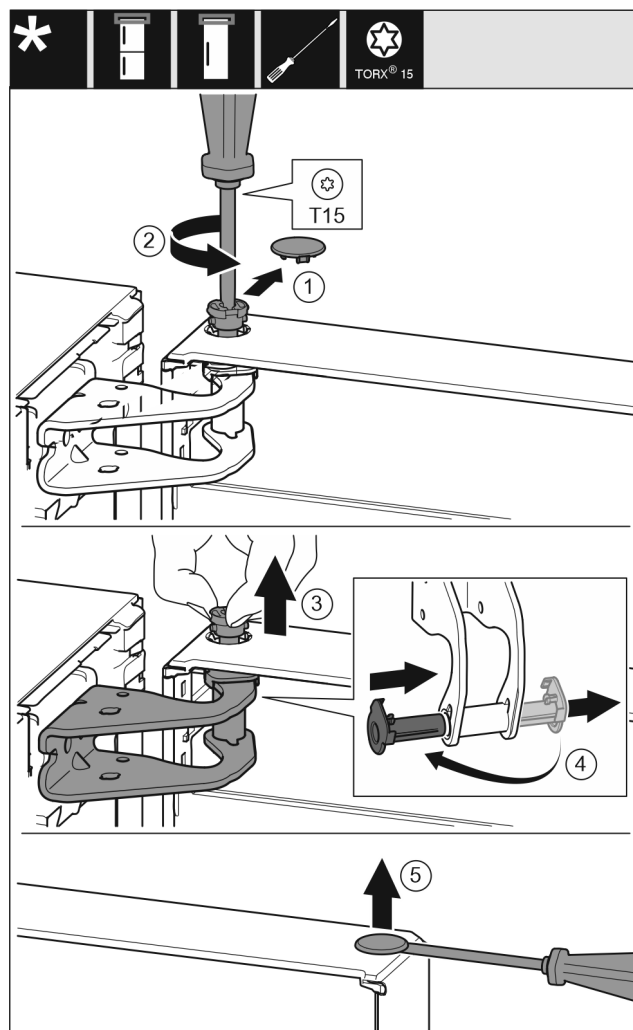

Fig. 5
► 小心拆下安全盖。 Fig. 5 (1)
► 用 T15 螺丝刀拧下一枚螺栓。 Fig. 5 (2)
► 抓紧门并用手指拔出螺栓。 Fig. 5 (3)
► 将轴衬从导向装置拉出。从另一边装入并卡到位。 Fig. 5 (4)
► 用带槽螺丝刀小心地从门轴衬上提起堵头并将其拉出。 Fig. 5 (5)